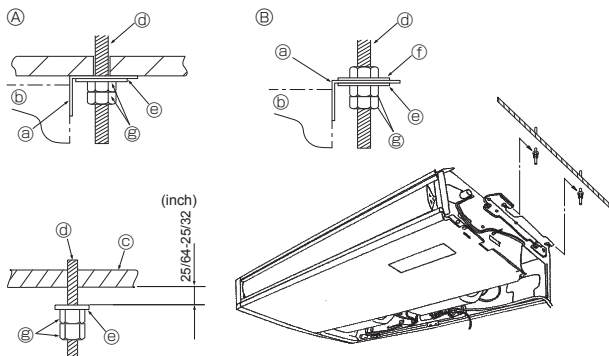

Fig. 3-6
④ Rejilla de admisión ⑤ Tire del panel lateral hacia afuera
⑥ Pestaña de sujeción de la rejilla ⑦ Panel lateral
⑧ Deslizar ⑨ Retire los tornillos para quitar el panel lateral.
⑩ Bisagra ⑪ Retire el vinilo protector de la aleta.
⑫ Empuje la bisagra para sacar la rejilla.
⑬ Si fuerza la rejilla de entrada al abrirla o si la abre a un ángulo superior a 120° podría dañar las bisagras.
3.3. Instalación de la unidad interior (Fig. 3-6)